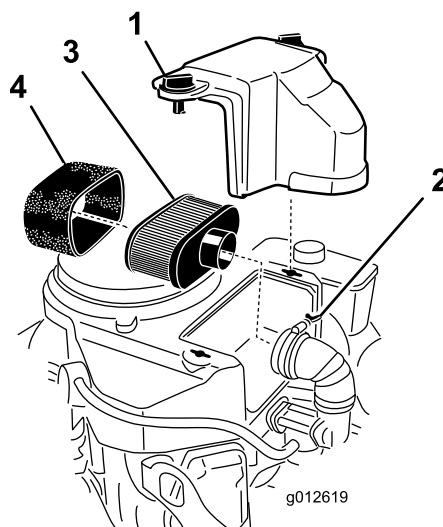

Figure 26
3. Nettoyez la surface autour du filtre à air pour éviter que des impuretés n'endommagent le moteur en tombant à l'intérieur (Figure 26).
4. Dévissez les boutons du couvercle et déposez le couvercle du filtre à air (Figure 26).
5. Dévissez le collier et déposez l'ensemble filtre à air (Figure 26).
6. Sortez délicatement l'élément en mousse de l'élément en papier (Figure 26).
1. Ne nettoyez pas l'élément en papier ; remplacez-le (Figure 26).
1. Glissez délicatement l'élément en mousse sur l'élément en papier (Figure 26).
2. Posez l'ensemble filtre à air sur sa base et fixez-le en place avec les 2 écrous à oreilles (Figure 26).
3. Mettez le couvercle du filtre en place et serrez le bouton (Figure 26).